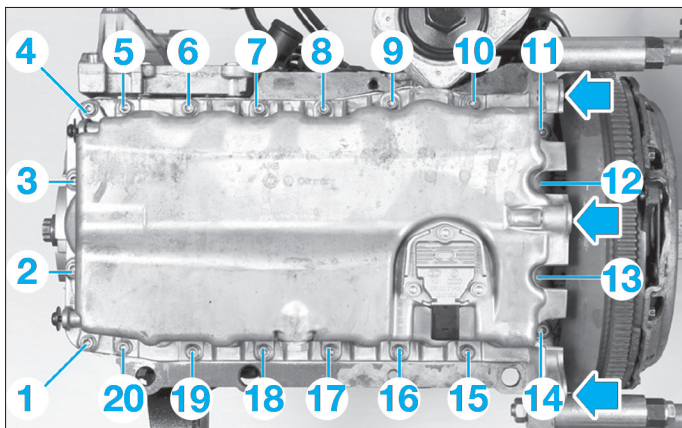

Fig. 22
- Serrer les vis de fixation du carter inférieur en diagonale (Fig.22).